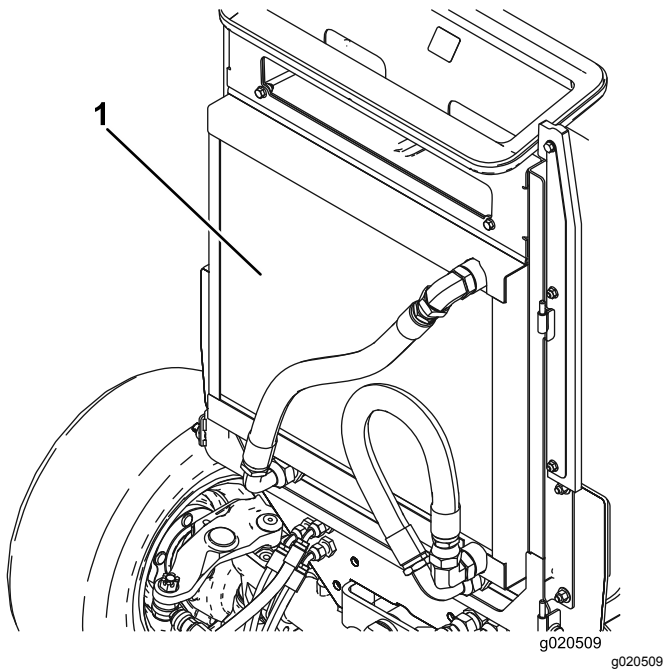

Figura 73
3. Limpie a fondo ambos lados del enfriador de aceite y del radiador (Figura 73) con aire comprimido. Empezando en la parte delantera, soplo los residuos hacia la parte trasera. Luego, limpie desde atrás, soplando los residuos hacia